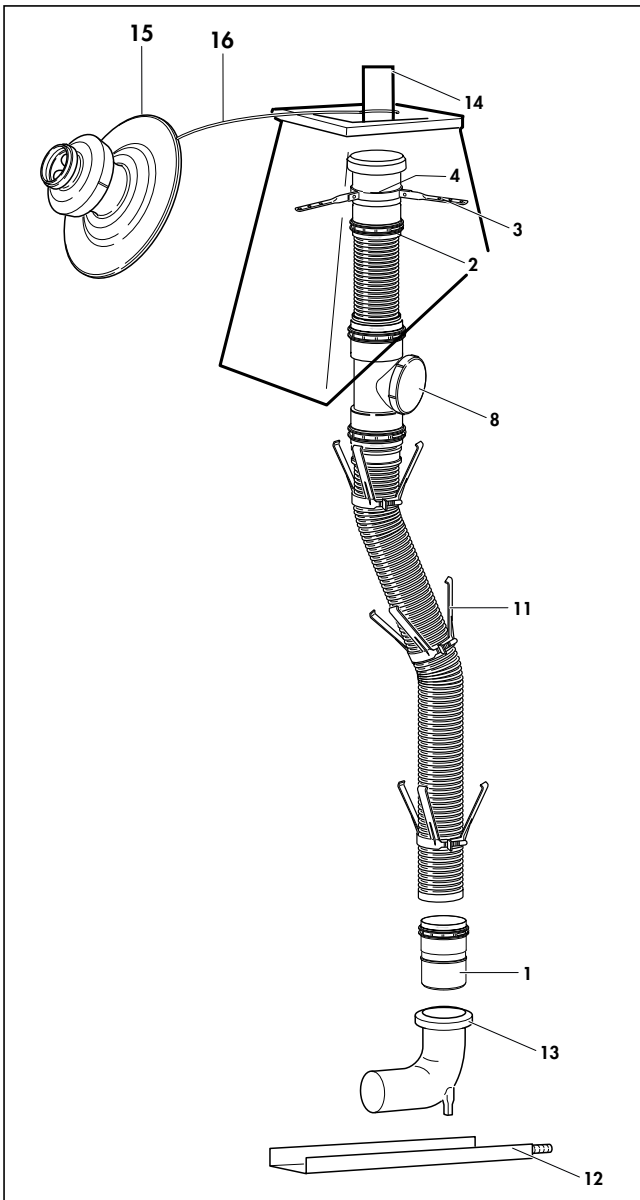

Fig. 7.3: Systemuppbyggnad för flexibel avgasrör
- Borra ett hål i den bakersta skorstensväggen och montera stödkonsolen (12, fig. 7.3).
- Montera 90°-konsolböjen (13, fig. 7.3) på stödkonsolens låsanordning (12, fig. 7.3).
- Bestäm den totala längden av det flexibla avgasröret från skorstensmyrningen till konsolböjen (13, fig. 7.3) och skär av avgasröret till den nödvändiga längden.